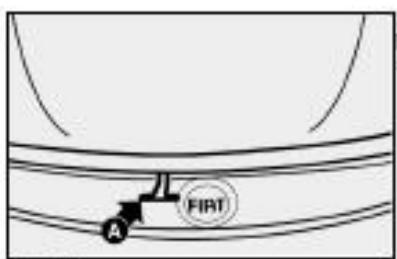

fig. 105
- 2) puxar a trava A-fig. 105;
Ao fechar o capô não colocar os dedos na trava A fig. 105.